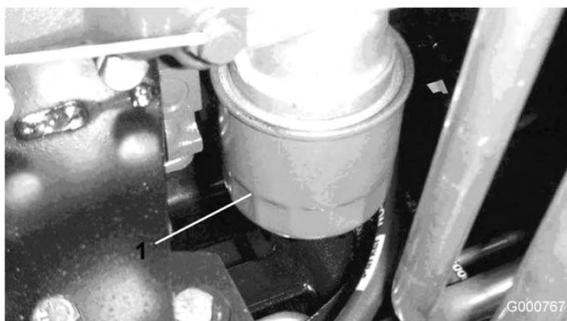

Figura 57
- Togliete il filtro dell'olio (Figura 57). Applicare un velo di olio pulito sulla tenuta del nuovo filtro prima di avvitare. Non serrate troppo.